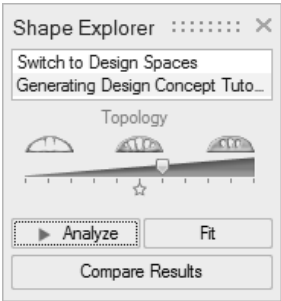

图 10-21
2) 拖动形状探索器上的拓扑滑块，使其位于五角星右侧第一个刻点处，如图 10-21 所示。